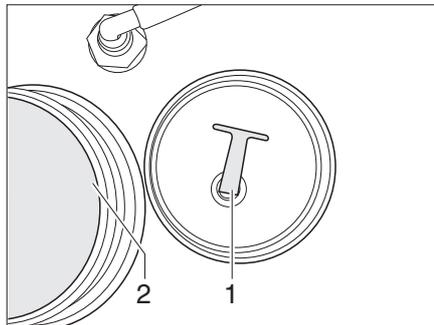

Fig. 138 Depósito de agua
- Desenroscar la tapa de cierre (Fig. 138,2).
- Desenroscar la tapa de cierre (Fig. 138,2) del depósito de agua.
- Extraer o desenroscar el tapón de cierre (Fig. 138,1) del orificio de salida. Se vacía el agua.